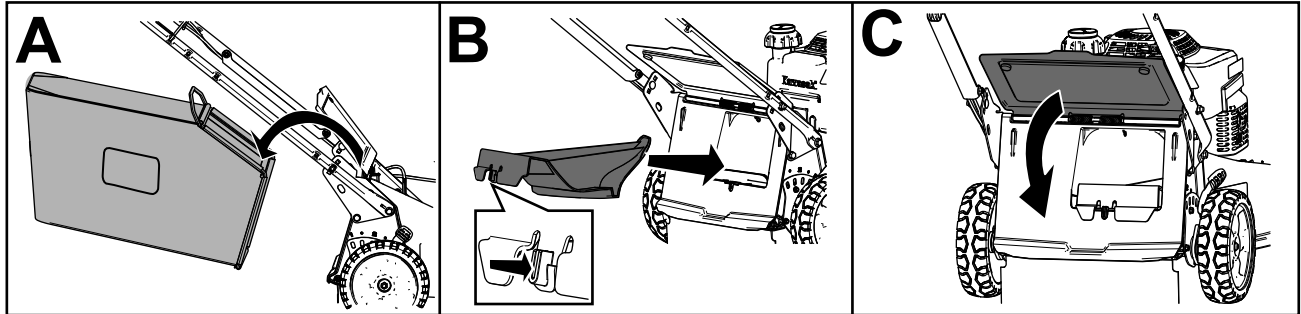

Figura 19
- Si la bolsa de recogida está instalada en la máquina, retírela (Figura 19, A).
- Si el tapón de descarga trasera no está instalado, sujételo por el asa, eleve el deflector trasero e introdúzcalo en el conducto de descarga trasera hasta que el enganche encaje en su sitio (Figura 19, B).
3. Retire la varilla de la bolsa de recogida de las muescas de la base del manillar (Figura 19, A).
4. Instale el tapón de descarga (Figura 19, B).
5. Baje el deflector trasero (Figura 19, C).